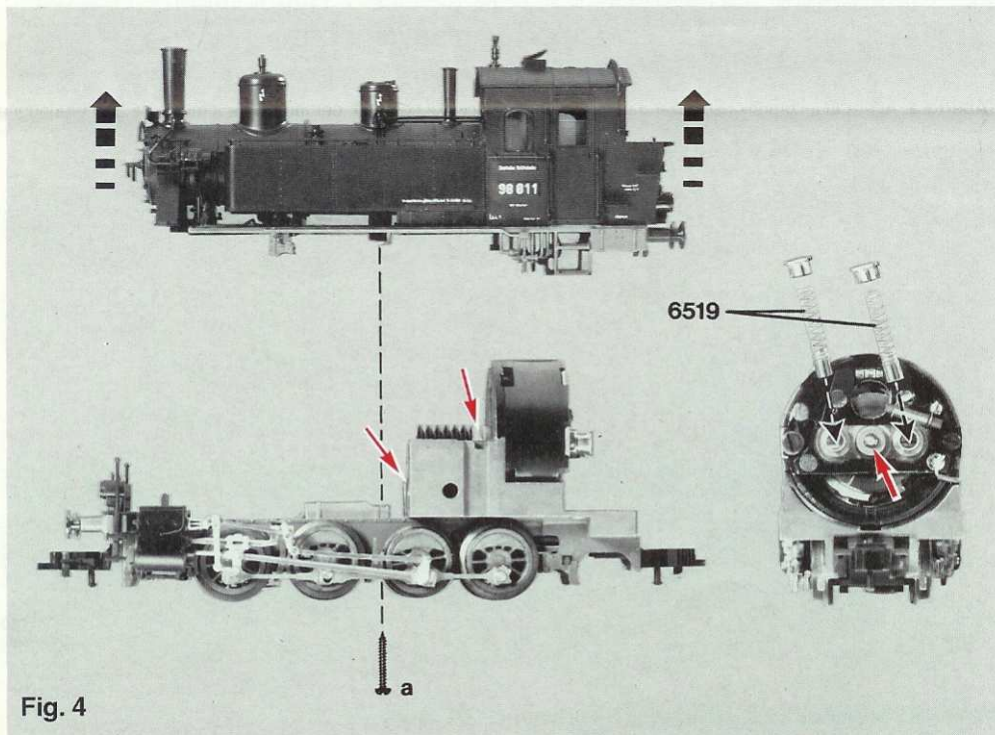
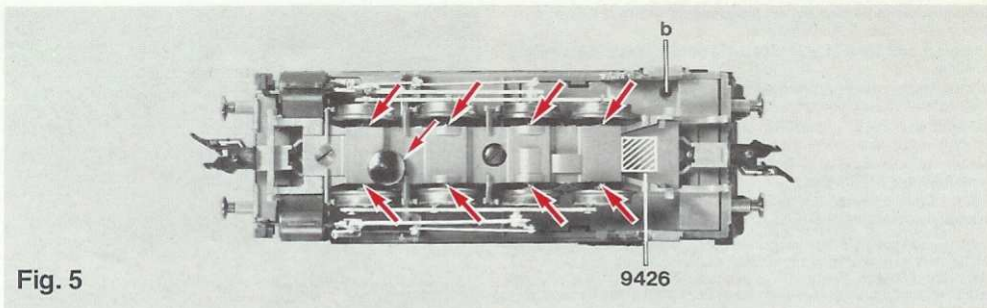

Fig. 4
Fig. 5
bzw. 6542 (für 4099) erforderlich (Fig. 4). Schraube **a** entfernen. Gehäuse senkrecht nach oben abnehmen. Ersatzschleifkohle: 6519.
**Ölen:** Geölt werden Motor und Getriebe nur an den gekennzeichneten Lagerstellen (Fig. 4, 5).
An der markierten Stelle kann der **Schaltmagnet 9426** eingebaut werden (Fig. 5).
**Opening:** Opening the loco is only necessary to change the brushes, oil the motor and gears and install the **LED lighting unit 6541 (4098, 4819) or 6542 (4099)** (fig. 4). Remove the screw **a**. Carefully lift the body upwards. **Spare carbon brushes: 6519.**
**Lubrication:** The motor and gear-box need only be lightly oiled at the bearing points marked (fig. 4, 5). Only use **FLEISCHMANN-oil 6599**. Only put a tiny drop in each place (➔), otherwise it will be overoiled. An applicator needle is located in the cap of the oil bottle for your use.
The indicated point can be used for locating the **switching magnet 9426** (fig. 5).
**Ouverture:** L'ouverture de la loco n'est nécessaire que pour l'échange de charbons, huilage du moteur et des pièces mobiles ainsi que pour le placement de l'**équipement d'éclairage avec leds n° 6541 (4098, 4819) ou 6542 (4099)** (fig. 4).
**Graissage:** Le moteur et les engrenages doivent être huilés uniquement aux endroits indiqués (fig. 4, 5). N'utilisez que l'huile recommandée **FLEISCHMANN 6599**. Une seule goutte par point à lubrifier (➔) afin d'éviter tout excès. L'aiguille montée dans le bouchon du petit flacon convient parfaitement à cet usage.
L'**aimant permanent 9426** peut être monté à l'endroit indiqué (fig. 5).
**Openen:** Het openen van de loc is noodzakelijk voor: het verwisselen van de koolborstels, het oliën van de motor-lagers en tandwielassen en voor de inbouw van de **led-verlichtingsset 6541 (4098, 4819) of 6542 (4099)** (fig. 4). De schroef **a** verwijderen. De kap van de locomotief loodrecht naar boven trekken. **Reservekoolborstels: 6519.**
**Oliën:** De motor en de aandrijving hoeven alleen op de aangegeven plaatsen geolied te worden (fig. 4, 5). Alleen **FLEISCHMANN-olie 6599** gebruiken. Een klein druppeltje per smeerpunt (➔) is heus voldoende, anders wordt de zaak te vet. Voor een juiste dosering het spuitje gebruiken dat wordt bijgeleverd in het oliefllesjes.
Op de gemerkte plaats kan de **schakelmagneet 9426** gemonteerd worden (fig. 5).
**Abning:** Lok et bør kun åbnes ved udskiftning af kul, smøring eller indbygning af **LED-Belysningsæt 6541 (4098, 4819) ell. 6542 (4099)** (Fig. 4).
**Smøring:** Kun motor og gearing på de anviste steder (Fig. 4 og 5). Anvend **FLEISCHMANN olie 6599**. Kun en dråbe per sted ( ➡ ). Brug nålen i låget. På det markerede sted kan **skiftemagneten 9426** monteres (Fig. 5). b: hul til skrue for **LED-belysningsæt 6541 ell. 6542.**
**Apertura:** Aprire la locomotiva solo per il cambio dei carboncini di contatto, per lubrificare il motore e gli ingranaggi e per il montaggio del **LED di illuminazione 6541 (4098, 4819) o 6542 (4099)** (fig. 4). Rimuovere la vite **a**. Sfilare la carcassa della locomotiva verticalmente in alto. **Carboncini di ricambio: 6519.**
**Lubrificazione:** Il motore e l'ingranaggio vengono lubrificati solo nei punti contrassegnati dei supporti (fig. 4, 5). Utilizzare solo olio **FLEISCHMANN 6599**. Usare soltanto una piccola goccia per ogni punto di oliatura ( ➡ ), altrimenti si rischia di oliare troppo. Per il dosaggio utilizzare l'ago di cui è provvisto il tappo di chiusura del flacone dell'olio. Sul posto segnato può essere installato il **dispositivo di comando 9426** (fig. 5).